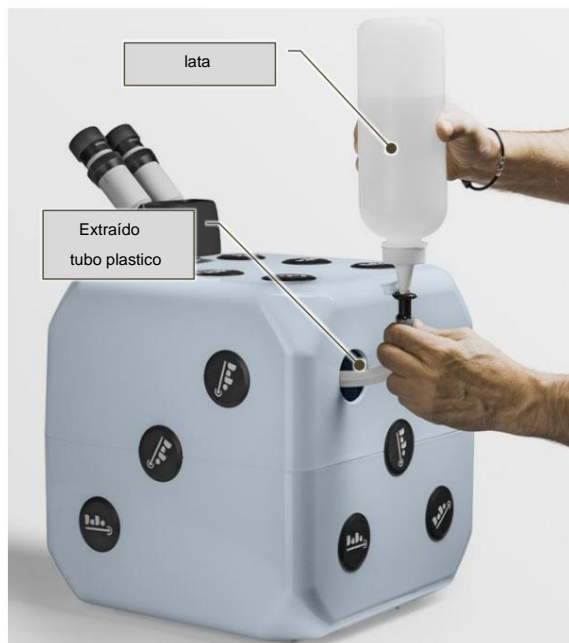

Fig. 6-11 – Inserción de refrigerante
- Inserte la boquilla de la lata en el tubo de plástico de la máquina y vierta todo el líquido en el tubo (Fig. 6-11);